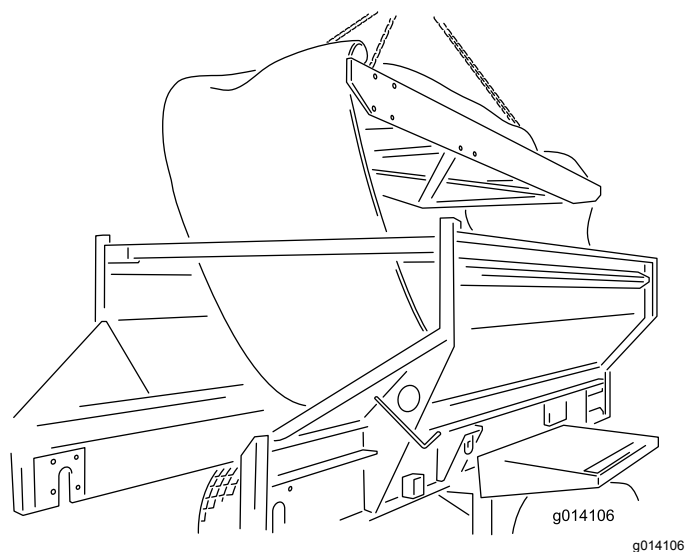

Figure 61
24. Déposez la cassette en la soulevant au dessus de la machine. Placez-la sur le sol (Figure 61).